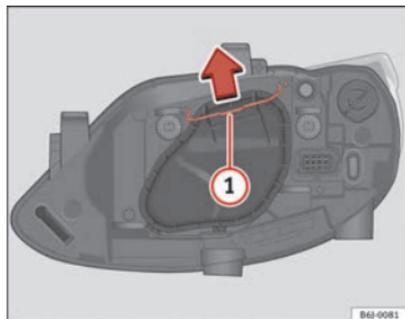

Fig. 157 Luz de cruce/ca-
- Desplace el tirante ⇒ fig. 157 ① en el sentido de la flecha y saque la tapa.